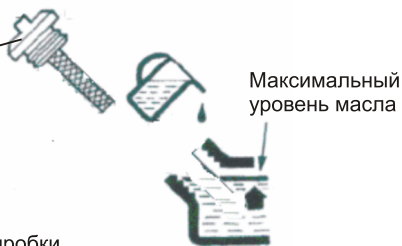

Рис. 26
5. Проверьте уровень масла по контрольной шкале щупа (Рис. 26).
После отвинчивания резьбовой пробки маслозаливного отверстия вставить в него щуп для измерения уровня масла, не вворачивая его. Уровень масла должен находиться между верхней и нижней отметкой щупа. В случае необходимости долить масло (рис. 26).